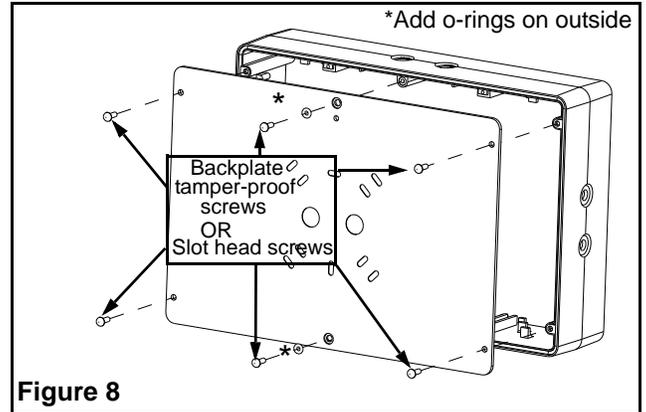

Figure 8
2. Remove backplate by unscrewing the six tamper-proof screws holding the backplate to the frame (see Figure 8)
2. Dévisser les 6 vis inviolables retenant la plaque arrière et séparer la plaque arrière du cadre (utiliser l'embout de tournevis fourni pour enlever les vis inviolables)(voir Figure 8)